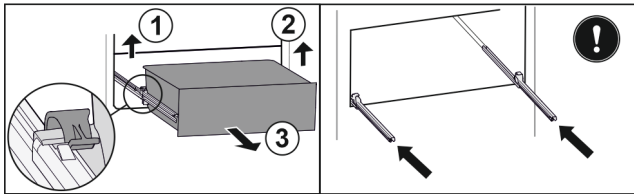

Fig. 26
- ▶ Levante la abrazadera izquierda y al mismo tiempo tire del cajón de la izquierda hacia delante. Fig. 26 (1).
- ▶ Levante la abrazadera derecha y al mismo tiempo tire del cajón de la derecha hacia delante. Fig. 26 (2).
- ▶ Saque el cajón. Fig. 26 (3).